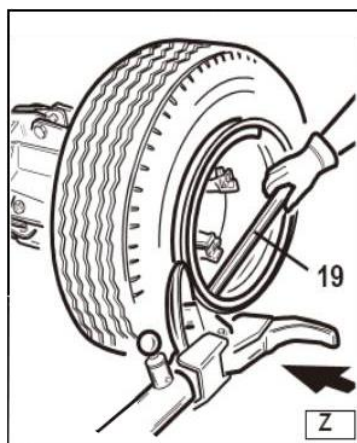

Рисунок 33
– Вставьте рычаг 19 (рис. 33) в соответствующее гнездо так, чтобы приподнять одну сторону кольца или сделайте это с помощью специального ролика.
– Продолжайте вращать зажимное устройство против часовой стрелки и одновременно прижимайте диск к кольцу (рис. 33), пока стопорное кольцо не освободится.